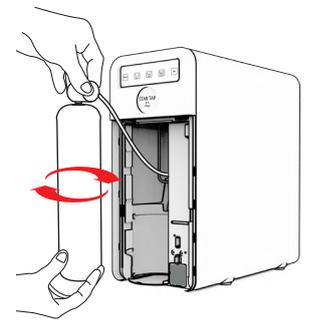

Fig. 5-14
**41.3** - Disaccoppiare il filetto femmina del riduttore con il filetto maschio della valvola della bombola, vedi Fig. 3-14. Tenendo fermo il riduttore con una mano, ruotare la bombola con l'altra mano svitandola in senso antiorario, vedi Fig. 5-14. **Tenere la bombola verticale con la valvola rivolta verso l'alto**, fino a che le due parti risultano essere completamente svitate. Svitare ulteriormente a mano bombola e riduttore applicando una leggera forza, l'eventuale sfiato di una piccola quantità di gas è da considerare normale.